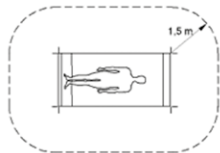

Fig. 2
- ⚠ Sostituire le batterie al di fuori dell'ambiente del paziente (ad almeno 1,5 metri dal paziente o dal supporto del paziente secondo la norma IEC 60601-1, vedi Fig. 2).